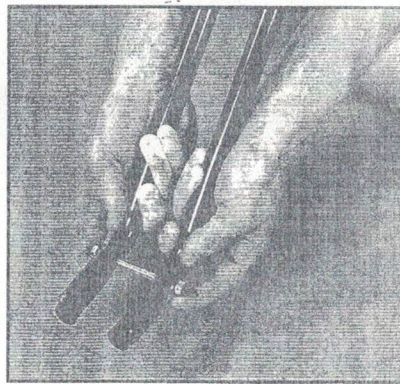

Рис. 3
5. Наденьте на этот болт вторую ручку и затем вторую накладку на ножку второй ручки. После этого наденьте гайку и заверните ее вручную. (рис. 3)